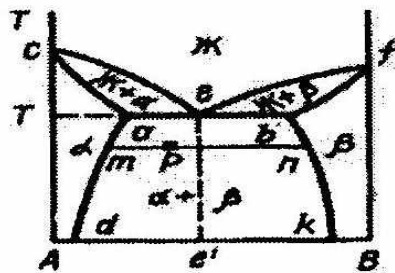

Рис. 9
1.3.36. Доля  $\beta$ -фазы в сплаве системы А - В в точке Р составляет (рис.9)...